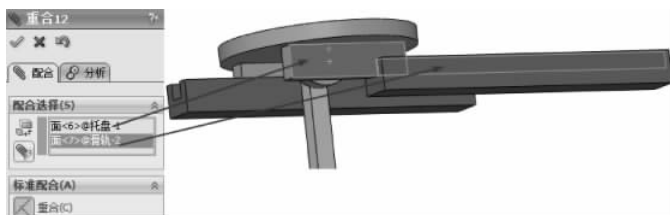

图 3-188 重合配合
(20) 继续配合约束,选择【标准配合】选项组下的【重合】配合类型,在【要配合的实体】选择框中选择如图 3-188 所示的面,其他保持默认,单击【确定】按钮,完成重合配合。